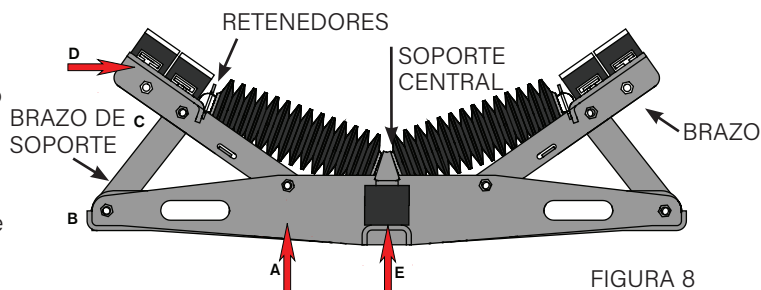
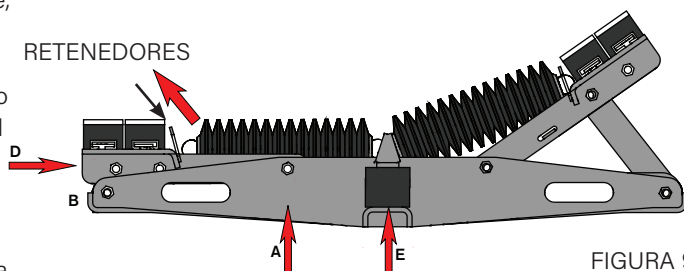
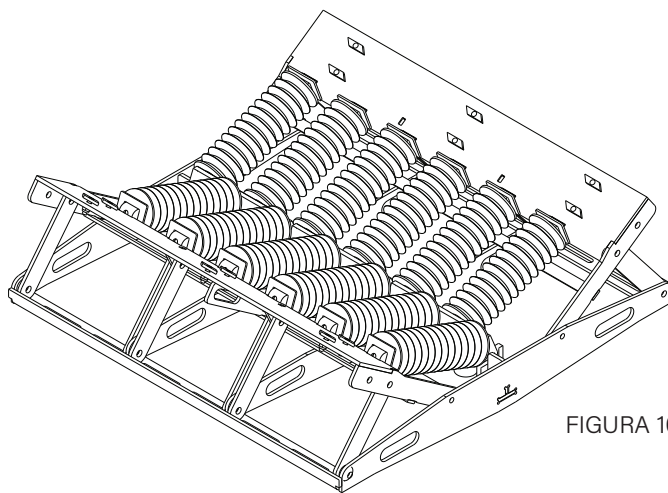

FIGURA 8
FIGURA 9
FIGURA 10
Los rieles deslizantes deben ser reemplazados cuando se ha gastado el plástico blanco de la correa y se ve el caucho negro que está abajo. Por lo general, los rieles deslizantes se reemplazan bajando el brazo abatible, como se ve en la Figura 9. Dependiendo del espacio existente alrededor del sistema de impacto u otro, también es posible cambiar los rieles deslizantes con el brazo abatible arriba, como muestra la Figura 8.
2. Para reinstalar el riel deslizante, alinee los pernos T, como muestra la Figura 10 del brazo abatible, como se ve en la Figura 9. Calce el riel deslizante sobre los pernos T. Luego, empuje hacia arriba los pernos T para que se inserten en la ranura del riel y apriételos. Los pernos T se deben apretar hasta un torque de 10 a 20 pies-libras.
2. Para reinstalar el riel deslizante instale, primero, los pernos T en los orificios del brazo abatible y póngalos en línea, como muestra la Figura 10. Haga calzar el nuevo riel deslizante en la parte alta de los pernos T. Luego, empuje esos pernos hacia la ranura del riel deslizante y apriételos. Los pernos T debieran ser apretados a un torque de 10 a 20 pies-libras.